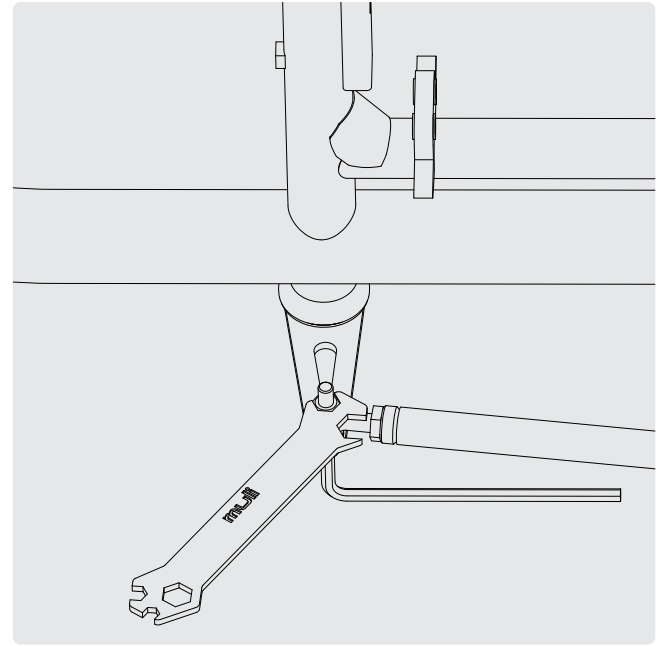

FIG. 11
- 2 Serrare il controdado con una chiave a brugola da 6 mm e una chiave fissa da 13 mm, in modo da poter girare agevolmente il manubrio (fig. 11).